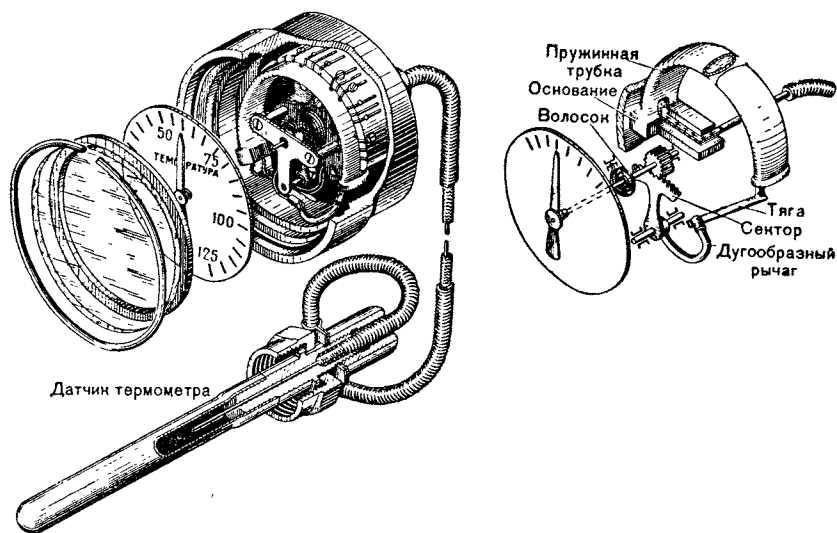

Рис. 135. Дистанционный термометр
**Термометр** (рис. 135) манометрического типа служит для контроля теплового режима работы двигателя в процессе эксплуатации